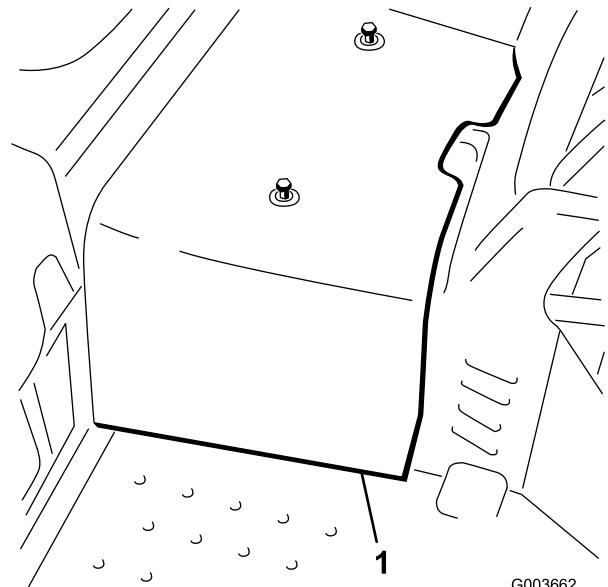

Bild 3
6. Klemmen Sie das mittlere Abdeckblech ab und nehmen Sie es vom Rahmen ab (Bild 3).